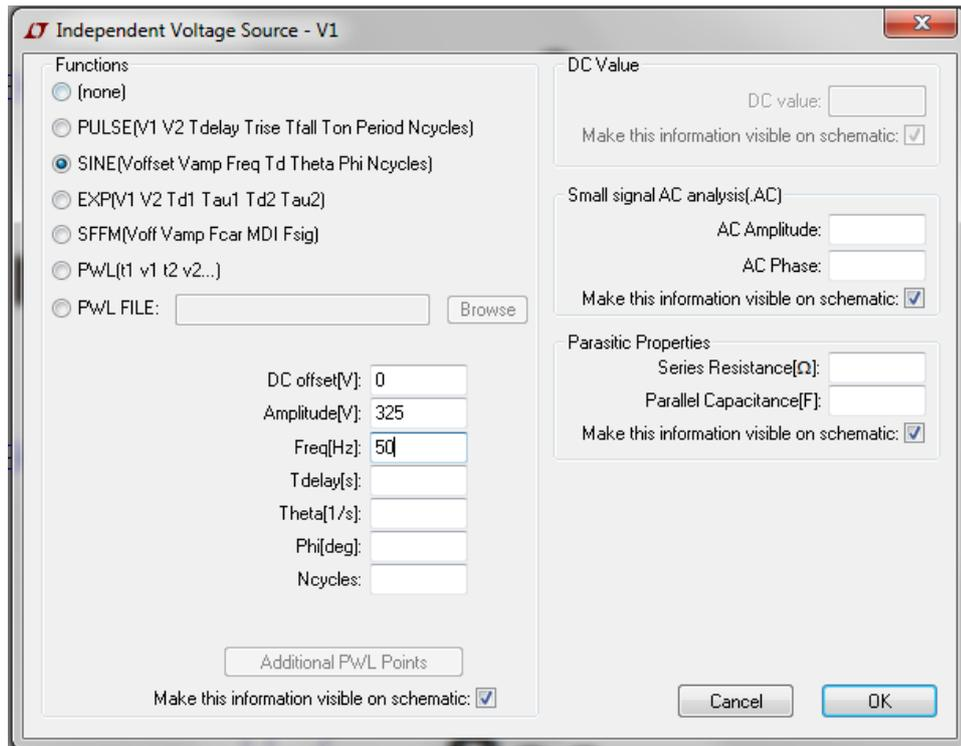

Abbildung 9
15. Wählen Sie die Signalform „**SINE**“ (Abbildung 9). In der erscheinenden Parameterliste müssen nicht alle Parameter festgelegt werden. Zum Testen genügt das Festlegen der Amplitude und der Frequenz. Mit „**OK**“ bestätigen Sie Ihre Eingaben.